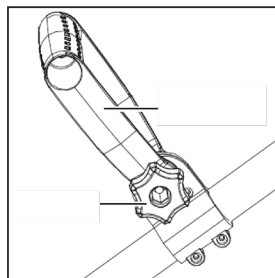

рис.4
1.4 Регулировка дополнительной рукоятки (рис.4)